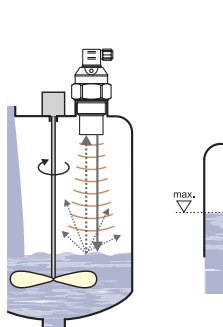

Рис. 11: Слегка волнистая поверхность
- При **слегка неспокойной** или **волнистой** поверхности (из-за мешалки, подачи жидкости и т.п.) возможно рассеивание и ухудшение ультразвукового сигнала. Это может привести к уменьшению измерительного диапазона или ненадёжному функционированию измерителя уровня (рис. 11).